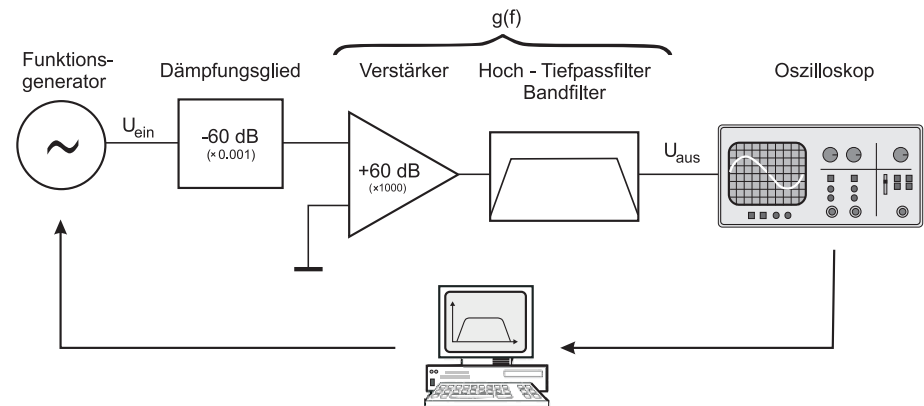

Abbildung 4: Messaufbau zur Messung des Frequenzgangs.
Zur Messung des Frequenzgangs des Verstärkers und Bandfilters steht ein Funktionsgenerator und ein Oszilloskop zur Verfügung. Das Messprinzip ist in Abbildung 4 dargestellt. Der Funktionsgenerator dient als Signalquelle und liefert ein Sinussignal mit einstellbarer Frequenz und Amplitude. Zwischen Funktionsgenerator und dem Verstärker ist zusätzlich ein Dämpfungsglied geschaltet, welches das Signal des Funktionsgenerators um das 1000-fache (Dämpfung $D=10^{-3}$) abschwächt. Ohne dieses würde der Verstärker wegen der sehr hohen Verstärkung in Sättigung gehen und das Signal verzerren. Nach dem Verstärker folgt das Bandfilter, dessen Ausgangsspannung mit einem Oszilloskop gemessen wird.
Bauen Sie die Schaltung gemäß Abbildung 4 auf. Stecken Sie das Dämpfungsglied (Abschwächung $D = 0,001 \pm 0,2\%$) direkt, ohne ein Kabel zu benutzen auf die Eingangsbuchse des Verstärkers. Achten Sie auf die richtige Verschaltung: Der **Ausgang** des Dämpfungsglieds muss mit dem Verstärkereingang verbunden werden und der Ausgang des Bandfilters muss an **Kanal 1** des Oszilloskops angeschlossen werden. Starten Sie die Oszilloskopsoftware vom Desktop aus. Falls Sie mit dem Programm noch nicht gearbeitet haben, wird Sie der Betreuer in die Bedienung einweisen. Stellen Sie am Funktionsgenerator ein Sinussignal mit einer Frequenz von 100 Hz und einer Amplitude von **0,2 V_{rms}** ein. Diese Spannung entspricht der Größe $\sqrt{\langle U_{ein}^2 \rangle}$ in Gleichung (14). Starten Sie als nächstes den *Circuit-Analyser*. Damit der Frequenzgang über den gesamten Bereich gut zu erkennen ist, sollten Sie folgende Einstellungen wählen: